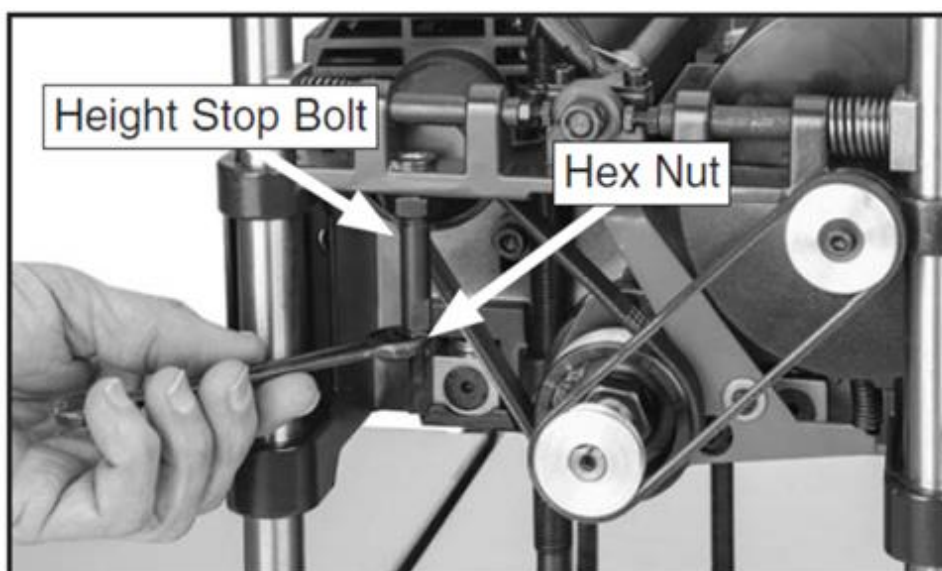

Рисунок 47. Регулировка высоты упора глубины реза.
4. Ослабьте шестигранную гайку (см. рис. 47) и отрегулируйте установочный винт по высоте вверх или вниз, чтобы увеличить или уменьшить глубину пропила.